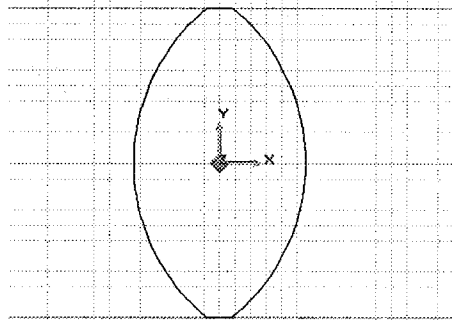

Рисунок 2.5 – Результат використання операції «Тримирование»
8. Повторіть пункт 7 для точок 3 і 4 (рис. 2.5).